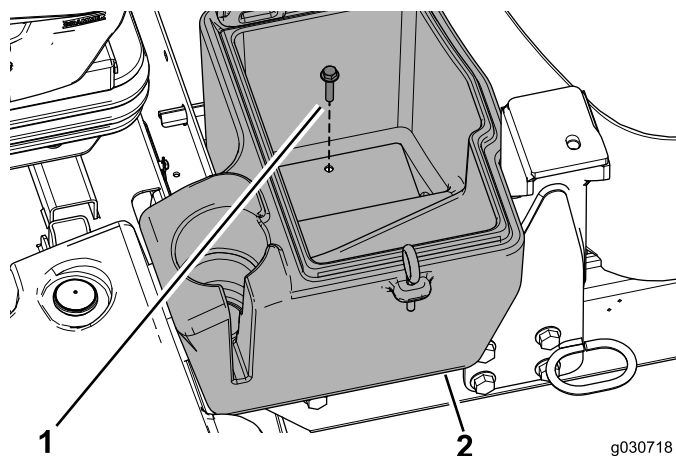

Figure 21
4. Insérez le boulon (5/16 x 1-1/2 po) pour fixer le bac de rangement sur la machine (Figure 21).